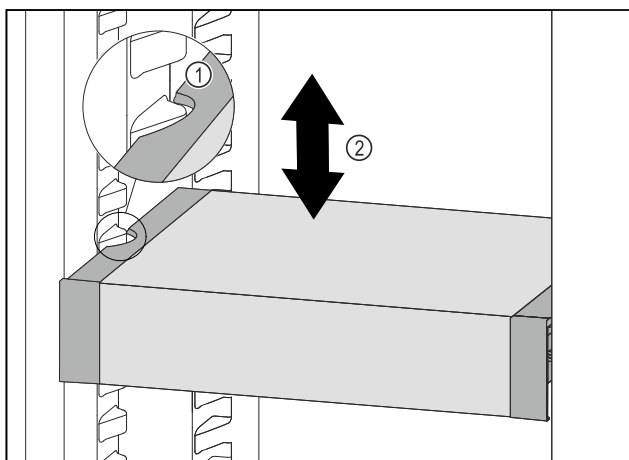

Fig. 75
- ▶ VarioSafe w chłodziarce przesunąć w górę lub w dół, aż zostanie osiągnięta żądana wysokość. Fig. 75 (2)